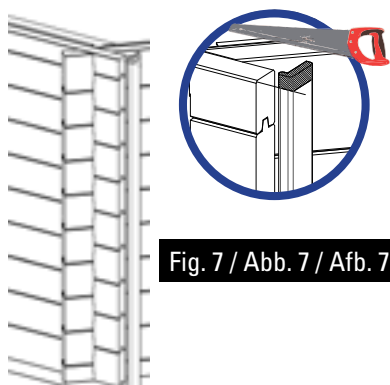
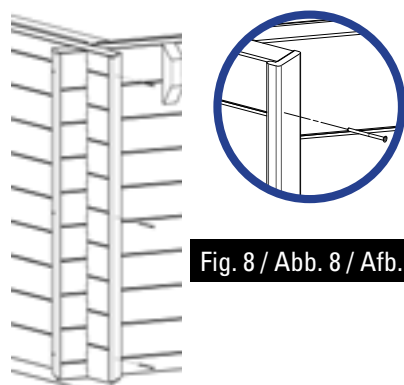

Fig. 7 / Abb. 7 / Afb. 7
Fig. 8 / Abb. 8 / Afb. 8
• Position the L trimming on the ends of the boards. • Cut off the excess part of the trimming according to the height of the pool if necessary (figure 7). • Fix trimming L using 3 screws 4 x 60 uniformly distributed over the height of the piece (figure 8).
• Présentez le cache L sur les extrémités des madriers. • Coupez l'excédent de cache selon la hauteur du bassin si nécessaire (figure 7). • Fixez le cache L à l'aide de 3 vis 4x60 également réparties sur la hauteur (figure 8).
• Legen Sie die Zierleiste L auf die Enden der Bretter. • Falls erforderlich, schneiden Sie das, was von der Zierleiste übersteht, je nach Höhe des Beckens (Abb. 7) ab. • Befestigen Sie die Zierleiste L mit Hilfe von 3 Schrauben 4 x 60 gleichmäßig auf der Höhe (Abb. 8).
• Plaats sierlijst L op de uiteinden van de planken. • Indien nodig, overtollige stukken van de sierlijst afsnijden, afhankelijk van de hoogte van het bassin (afbeelding 7). • Zet de sierlijst L vast met behulp van 3 schroeven 4 x 60 gelijkmatig over de hoogte verdeeld (afbeelding 8).